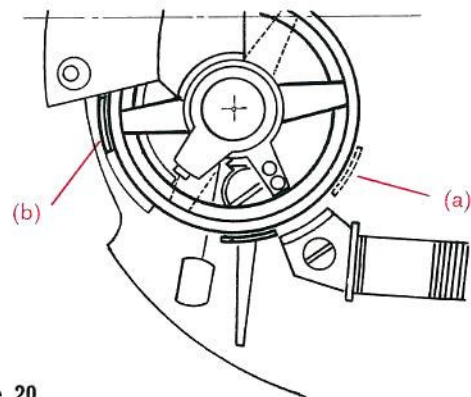

Figure 20
4. Contrôler le démarrage en déplaçant le balancier d'un angle de 60° (environ $2\frac{1}{2}$ largeurs de corne du rotor) dans le sens contraire aux aiguilles, et en l'abandonnant à lui-même (fig. 20 a).
7. Régler définitivement l'amplitude de fonctionnement à plat à $270^\circ \pm 10$; position extrême de la corne du rotor (fig. 20 b).